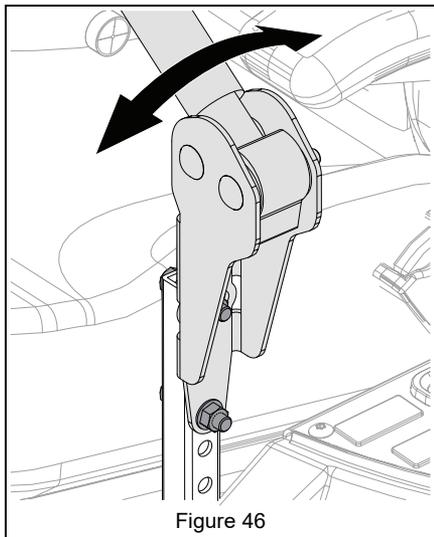

Figure 46
8. Desserrer la visserie de montage, aligner les leviers et serrer la visserie. Voir Figure 46.